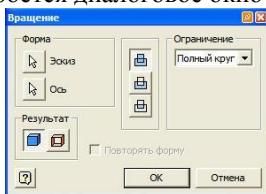

Рисунок 2.9 – Диалоговое окно **Вращение**
- Выберите команду  **Вращение** из инструментальной палитры, при этом откроется диалоговое окно (рис. 2.9).